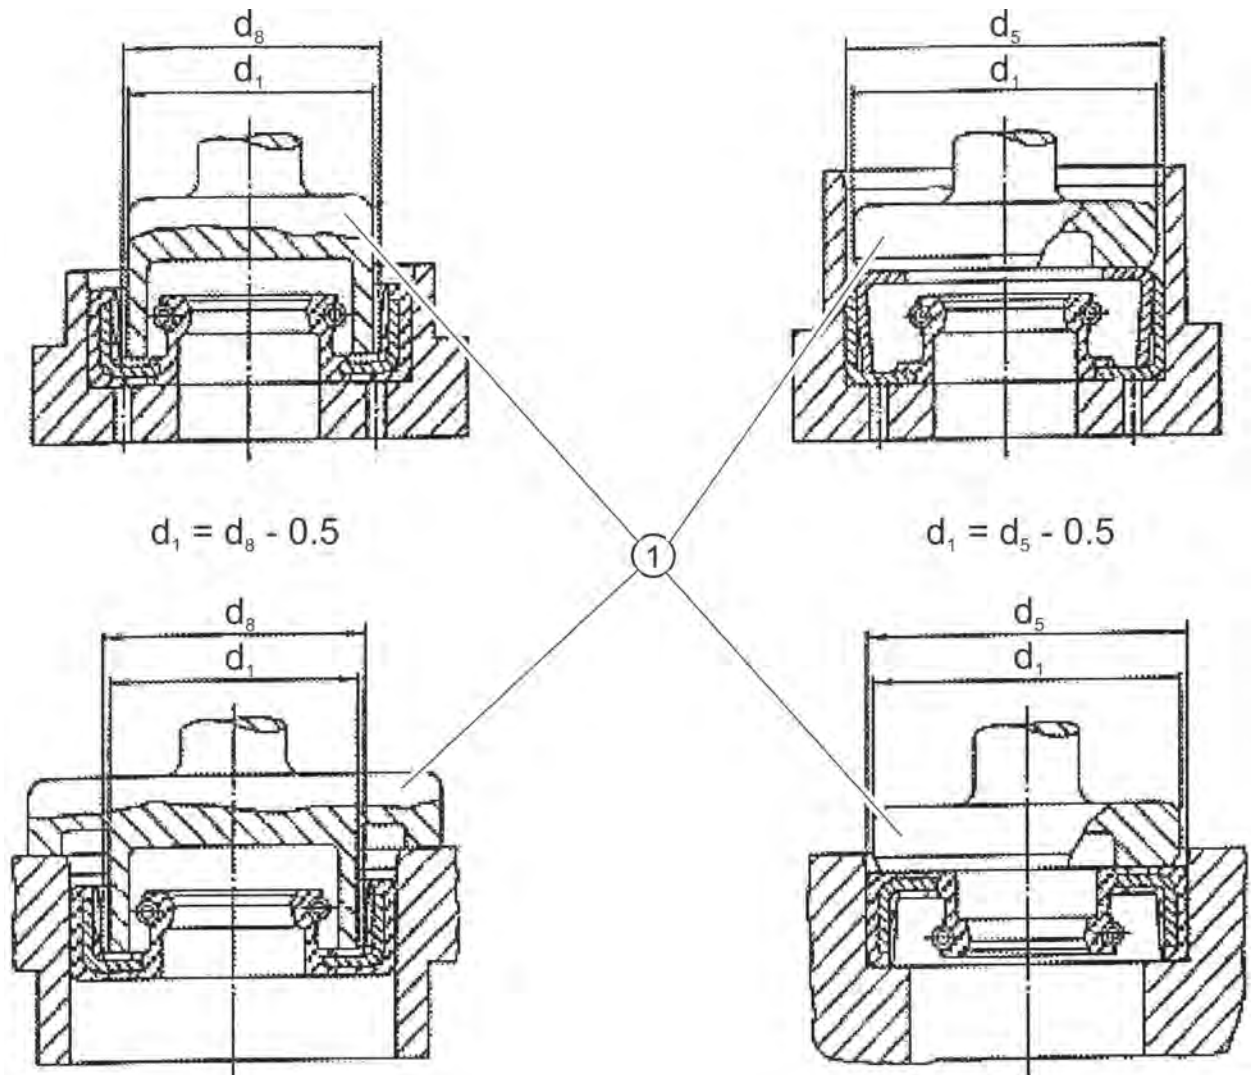

Figura 2: Herramienta de inserción
5. Para el montaje del retén radial, se debe utilizar un dispositivo que consiste en una prensa ligera y un macho apropiado (véase la figura 2).